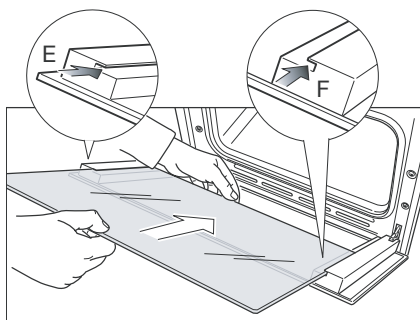
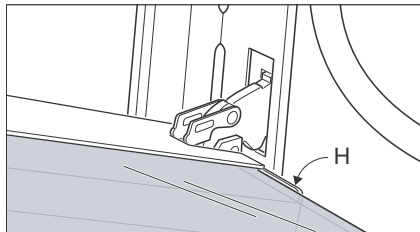

Figura 49b
Figura 49c
- Inserire il pannello nelle guide di scorrimento sinistra "E" e destra "F" (Figura 49b), e scorrere dolcemente verso i fermi "H" (Figura 49c).